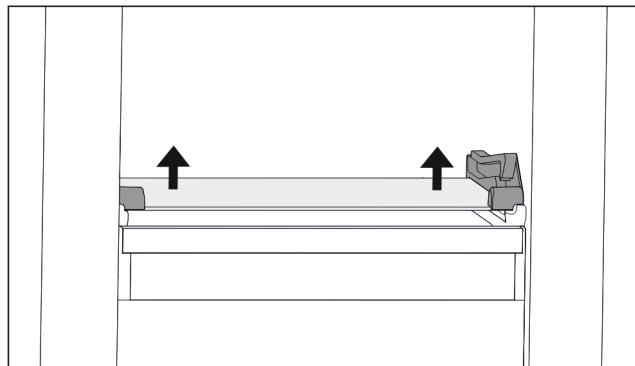

Fig. 107 Стъклена плоча на накланящото се чекмедже
- Натиснете стъклена плоча от долу нагоре от двете страни. (виж Fig. 107)